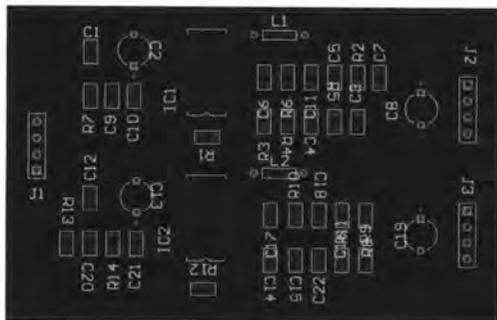

图 8-126 放置并排列元器件
- [3] 放置完毕，执行【编辑】/【排列】的有关命令进行排列调整，结果如图 8-126 所示。